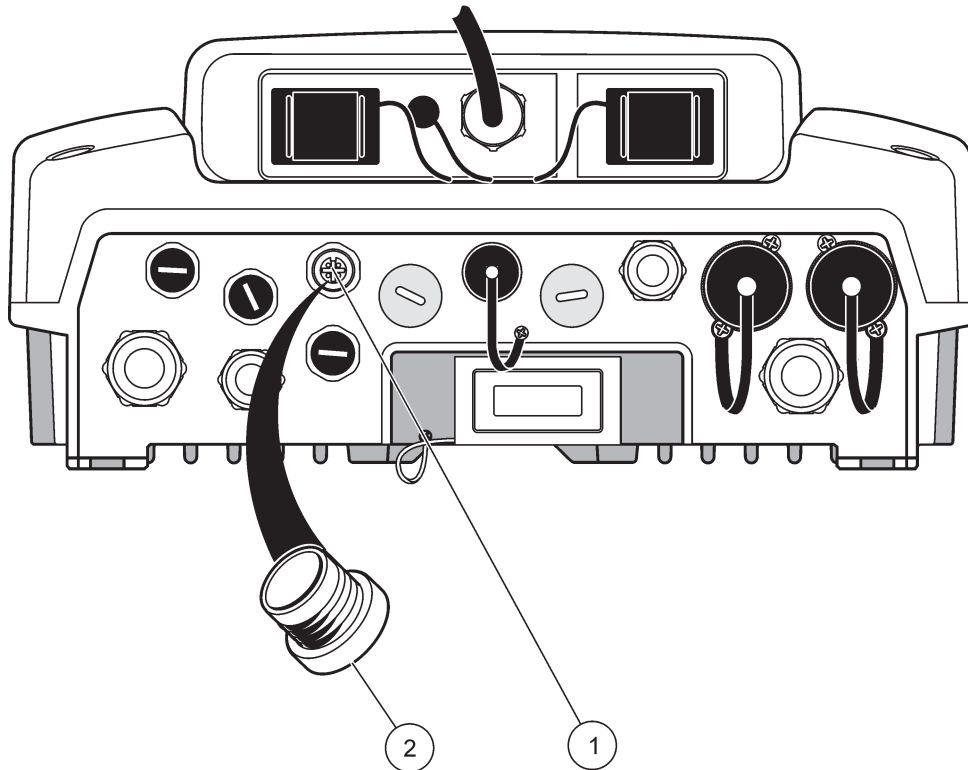

図 33 保護カバーの取り外し
1. コントローラー ソケット上の保護カバーのネジを緩めます（図 33）。保護カバーは持ったままにします。プローブを取り外すときは、保護カバーをもう一度はめ込みます。